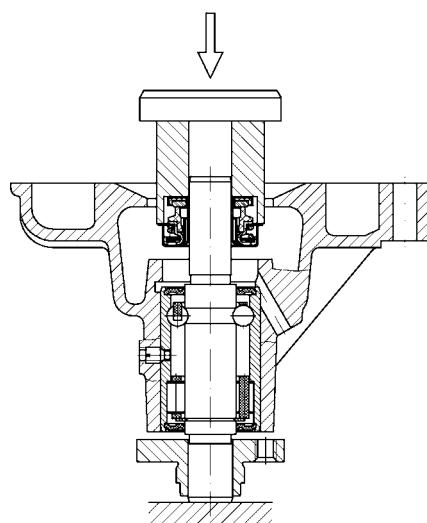
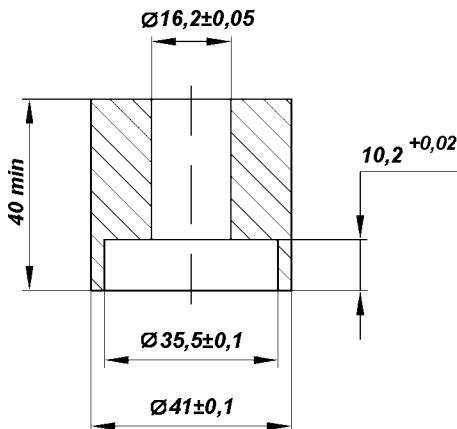

Рис. 4.55. Запрессовка уплотнения насоса системы охлаждения
Рис. 4.56. Оправка для запрессовки уплотнения
-с помощью оправки запрессовать уплотнение на вал подшипника и в корпус насоса, не допуская перекоса (рис. 4.55). Для запрессовки уплотнения использовать оправку (рис. 4.56), с помощью которой обеспечивается необходимое сжатие пружины уплотнения;